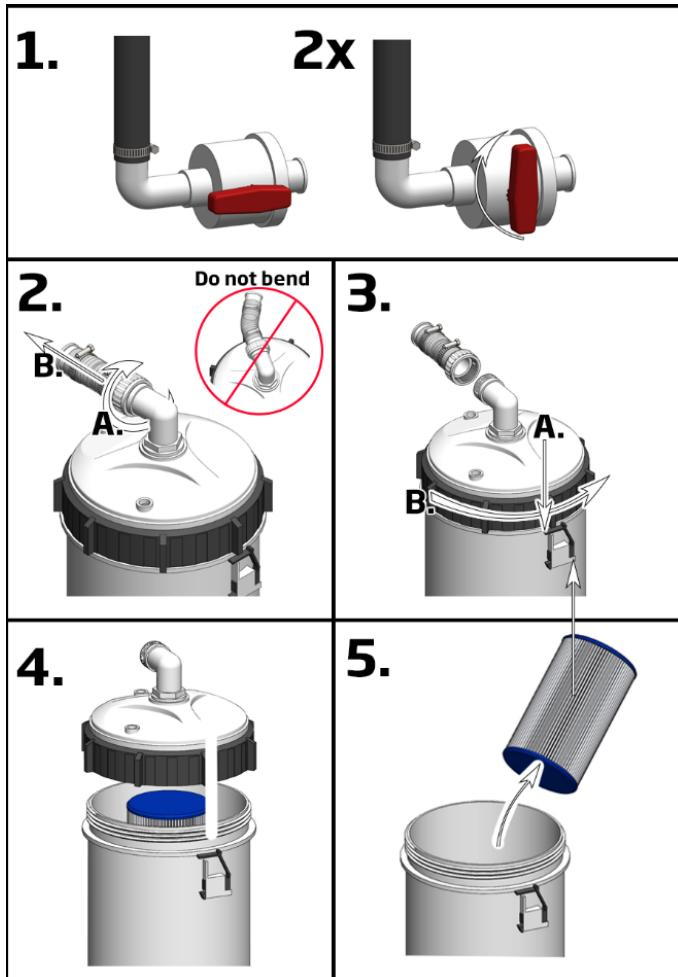

Bild 8 - Patronen entfernen
2. Ventile schließen (2 St.), (1. / Bild 8)
5. Öffnen und lösen Sie die Klemme des Rücklaufschlauchs (2 -3 / Bild 8)
6. Öffnen Sie die Sicherungsring (entgegengesetzt zum Uhrzeigersinn), (3. / Bild 8)
7. Öffnen Sie die oft straff gespannte Abdeckung (4. / Bild 8)
8. Entfernen Sie die Filterpatrone und reinigen Sie bei Bedarf das Gehäuse (5. / Bild 8)